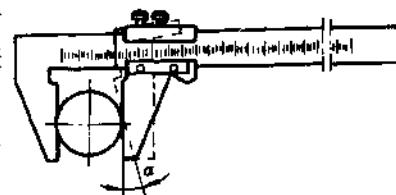

图 1-8 测量力太大引起的测量误差
(2)测量时量爪要轻轻地靠向被测面。接触后推力不能过大,否则会使游标量爪倾斜而造成测量误差,见图 1-8。